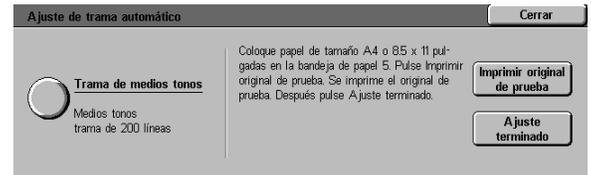

Figura 51: Ajuste de trama automático
- 2 Pulse el icono **Ajuste de trama automático** para mostrar la pantalla Ajuste de trama automático, tal y como ilustra la Figura 51.